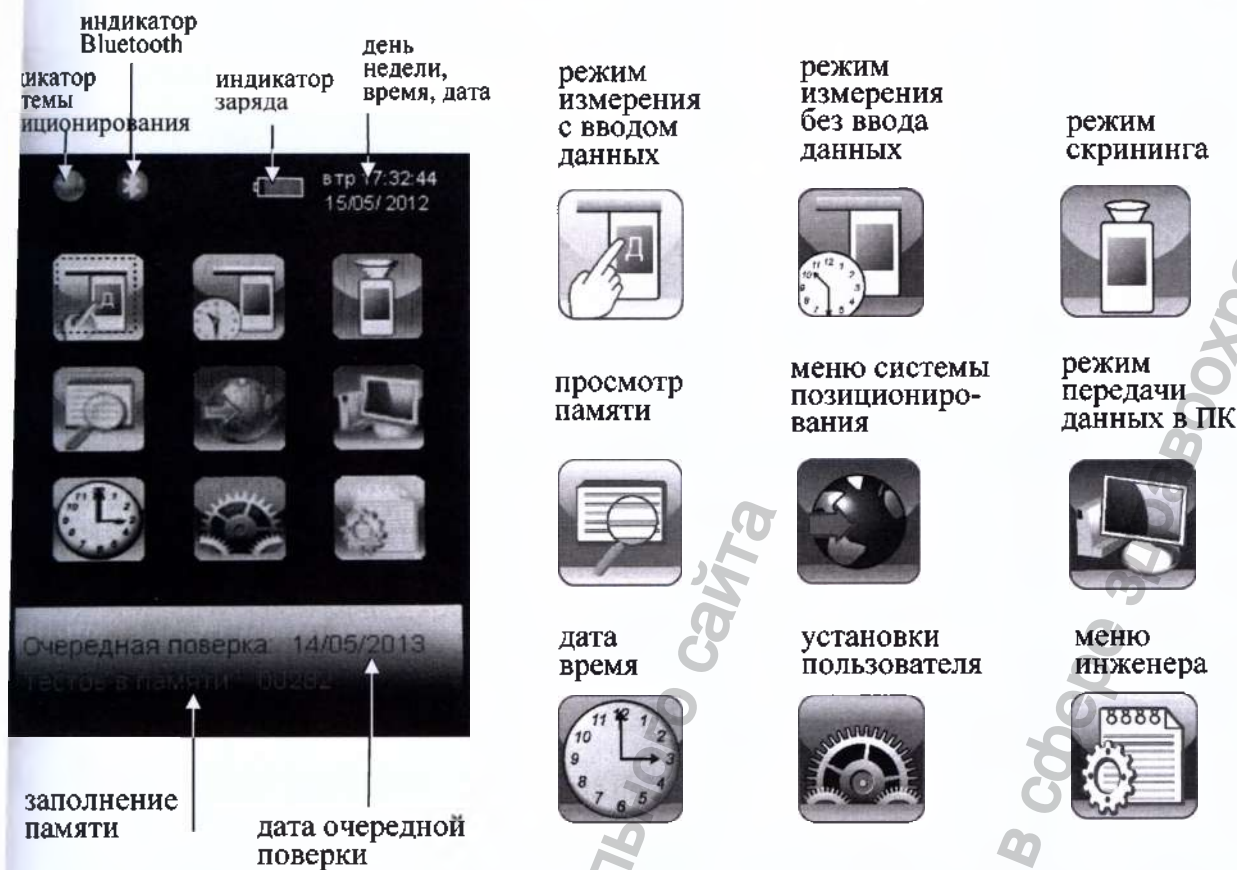

Рисунок 6 – Главное меню анализатора
Включение анализатора производится нажатием на кнопку включения/выключения, удерживая ее до звукового сигнала (1-2 секунды). При этом на экране появляется заставка с сокращенным обозначением анализатора и номером версии программного обеспечения, проводится автотестирование, после чего на экране появляется главное меню анализатора (рис. 6).
2.3.1 При включении анализатора после заставки с сокращенным обозначением анализатора и номером версии программного обеспечения на сенсорном экране появляется главное меню из 9 пунктов-иконок и индикаторов, информирующих об уровне заряда аккумуляторного блока, текущем времени и дате, а также об установлении координат текущего местоположения приемником системы позиционирования и соединения Bluetooth (рисунок 6).
2.5.2 Для входа в меню «Установки пользователя» в главном меню анализатора (рисунок 6) выберите пункт-иконку , касаясь ее стилусом. На сенсорном экране появится окно «УСТАНОВКИ» – меню из 4-х пунктов:
Для установки текущих даты и времени в анализаторе выберите в главном меню пункт-иконку «Дата Время», касаясь стилусом соответствующей иконки (рисунок 6).